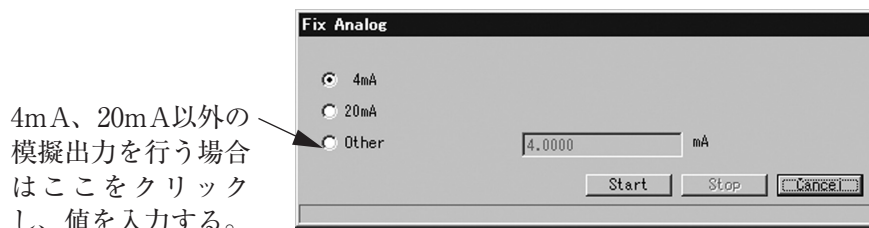

図57
- ② 図57のようなメッセージボックスが現れます。模擬出力値を選択し、「Start」ボタンをクリックしてください。なお、「4mA」、「20mA」以外のアナログ値(4~20mA間の任意の電流値)を出力させる場合は「Other」を選択し、出力させるアナログ値を入力後「Start」ボタンをクリックしてください。